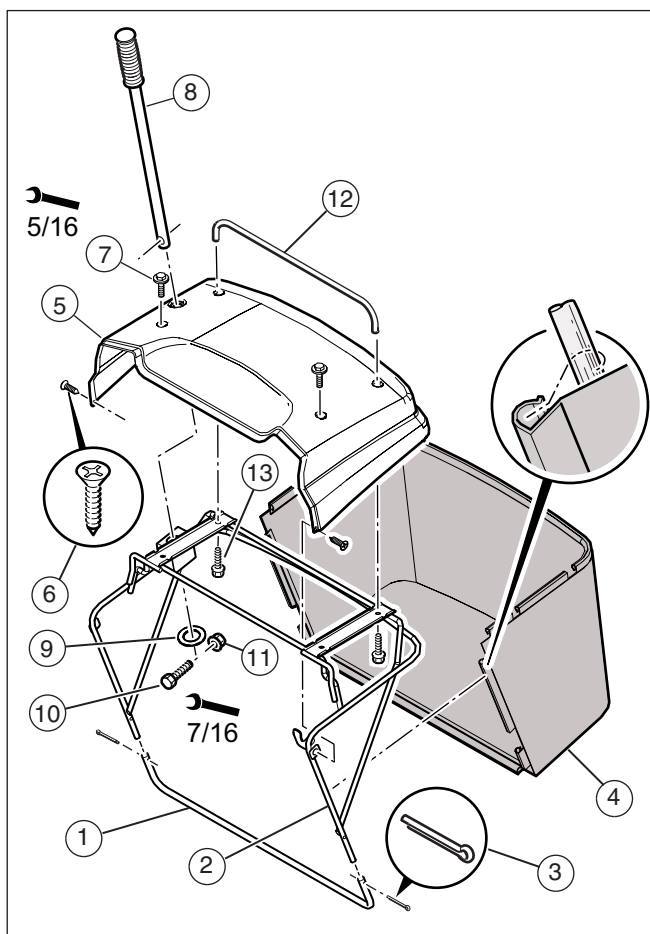

Rysunek 3
2. Wsunąć harmonijkę (1, **Rysunek 3**) na konsolę.
3. Wsunąć drążek kierowniczy (2) do konsoli.